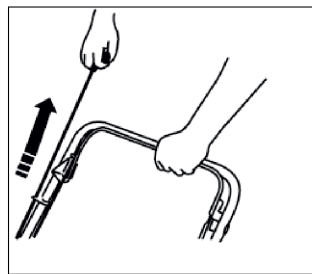

Рис. 12
3. Потяните за ручку стартера до ощутимого сопротивления, затем резко дерните за ручку стартера (Рис. 12). Двигатель запустится. Нож начнет вращаться одновременно с запуском двигателя. Если двигатель не запустился с первого раза, продолжайте процедуру запуска двигателя.